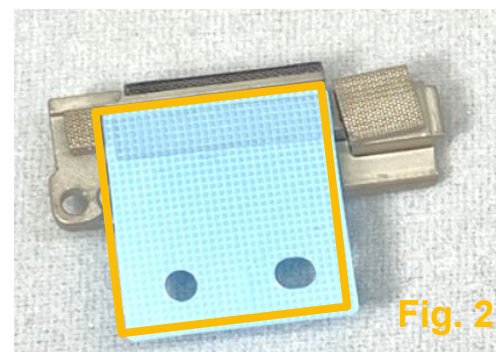

Fig. 2
- Alignez le **pad thermique pour module mmWave** sur le **support du module mmWave** en suivant le contour (fig. 2).